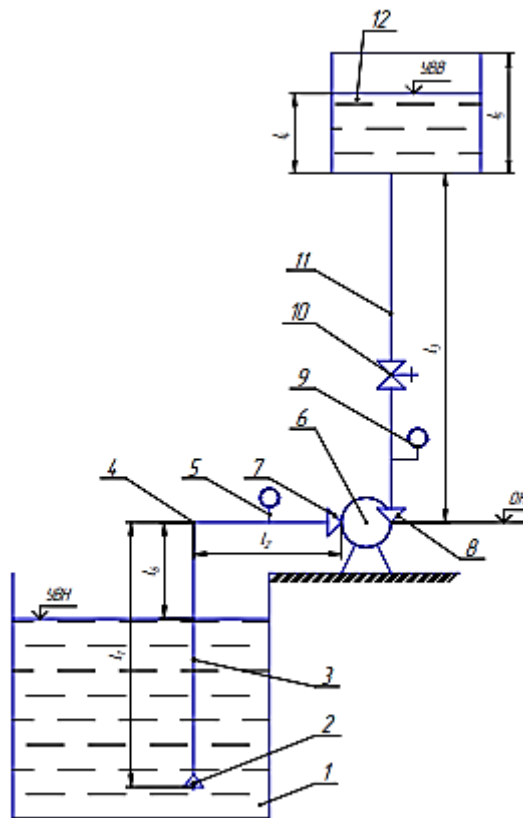

Рис. 1 Схема насосной установки
4. Определить напор, создаваемый насосом (рис. 1), если показание прибора 5 (0,75 кгс/см²), а прибора 9 (14,8 атм). Насос работает с производительностью 230 м³ / час. Диаметр всасывающего трубопровода 200 мм, напорного 150 мм. Расстояние между точками замеров давления (0,5 м).
6. Определить требуемый напор насоса (рис. 1) при следующих данных: $l_1 = 7$ м, $l_{12} = 5$ м, $l_3 = 20$ м, $l_4 = 6$ м, $l_5 = 8$ м, (не все данные нужны для расчета); производительность насоса 290 л/с; диаметр всасывающего трубопровода 0,5 м, диаметр напорного трубопровода 0,35 м. При определении значения местных сопротивлений и гидравлических сопротивлений по длине руководствоваться схемой на рисунке 1.